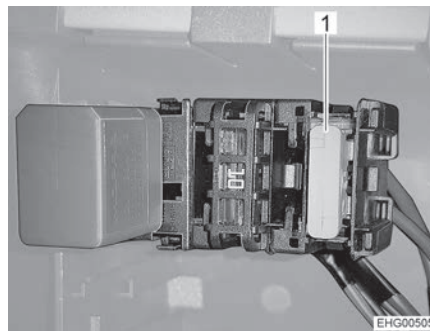

Fig. 113 Fusible sur le montant B, côté droit du véhicule (Stellantis)
- Changer le fusible (Fig. 113,1).